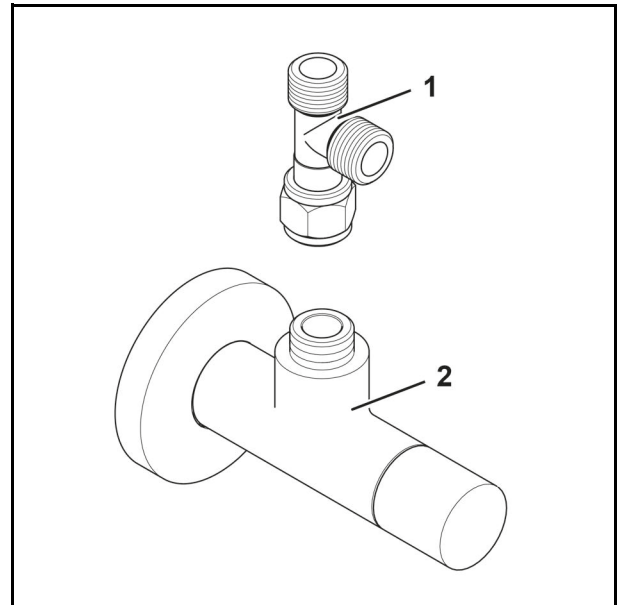

Abb. 9
1. Befestigen Sie das T-Stück (Abb. 9/1) auf dem Eckventil der Kaltwasserzufuhr (Abb. 9/2).